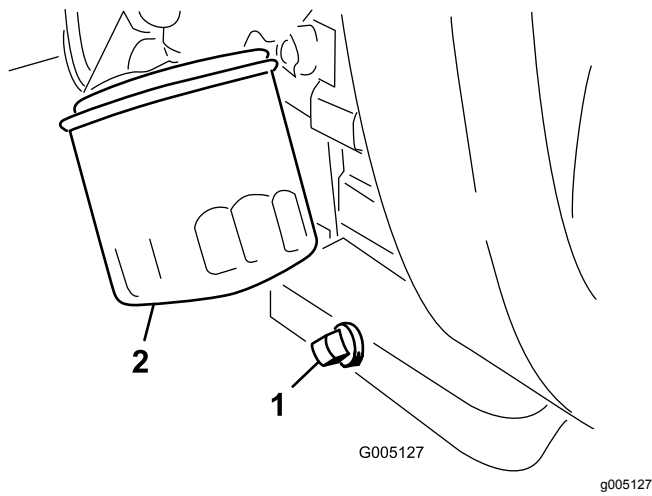

Bild 30
1. Entfernen Sie die Ablassschraube (Bild 30) und lassen Sie das Öl in die Auffangwanne ab.
2. Reinigen Sie das Gewinde der Ölablassschraube, bringen Sie etwas PTFE-Dichtmittel auf und schrauben Sie die Ablassschraube wieder auf (Bild 30).
3. Entfernen Sie den Ölfilter (Bild 30).